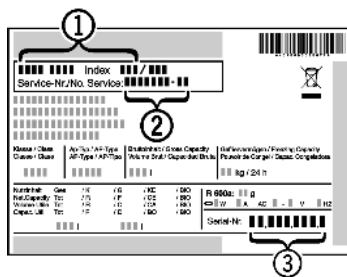

Fig. 21
- ▶ Leggere la denominazione dell'apparecchio Fig. 21 (1), il numero di assistenza Fig. 21 (2) e il numero di serie Fig. 21 (3) dalla targhetta identificativa. La targhetta identificativa è situata all'interno dell'apparecchio, sul lato sinistro